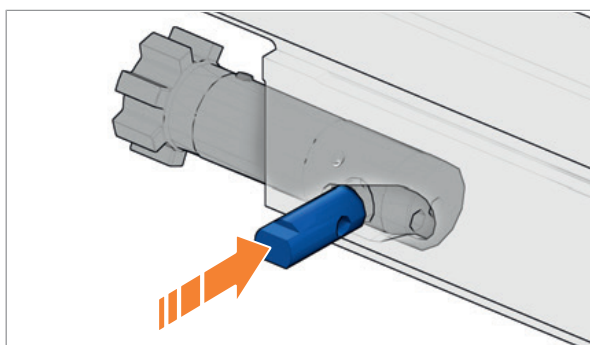

Abb. 121: Steuerbolzen einsetzen
2. Steuerbolzen mit Bohrung in Längsrichtung in den Verschlusskopf einsetzen (Abb. 121).